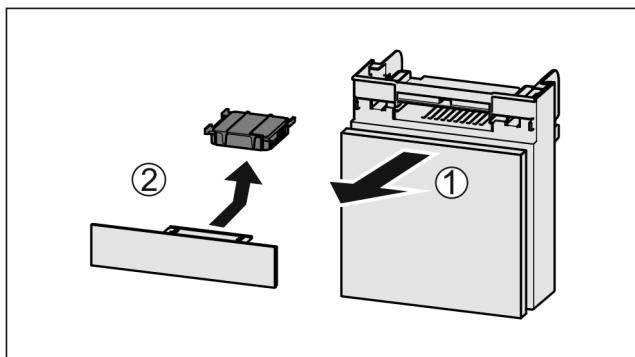

Fig. 69
- Вытянуть Fig. 69 (1) отделение движением вперед.
- Извлечь Fig. 69 (2) фильтра с активированным углем.